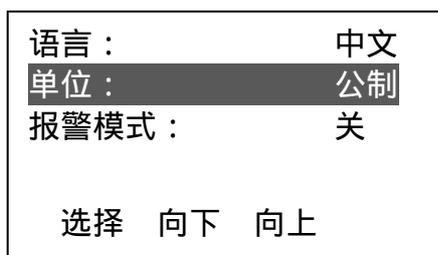
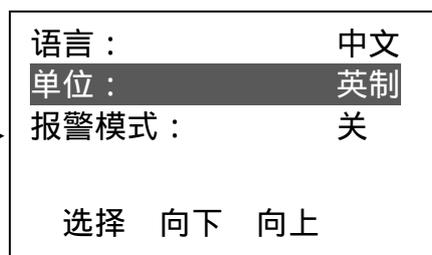

图 26
图 27
- 按 **←** 或 **→** 键选择单位，按 **←** 键循环显示公制和英制，（如图 26 和图 27）：